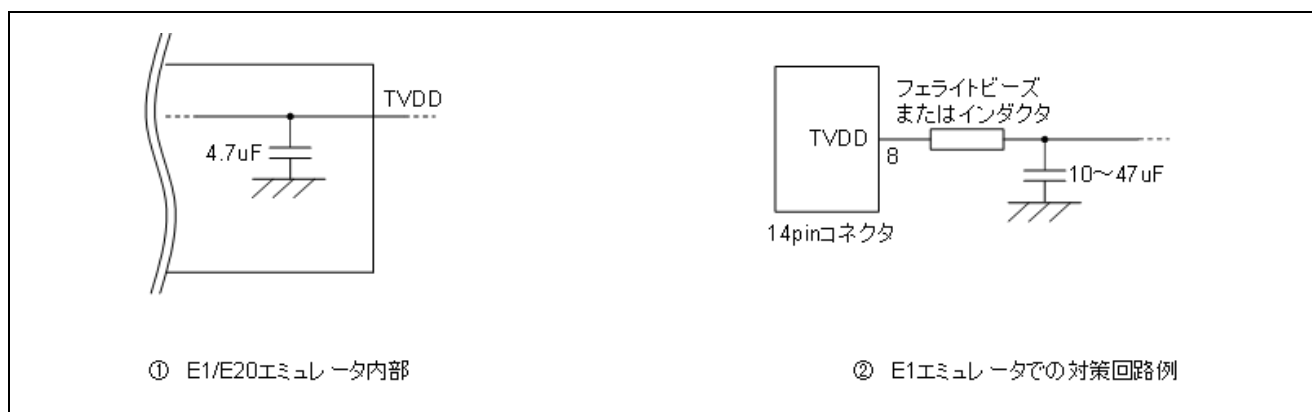

図 2-9 ホットプラグイン向け対策回路
図 2-9 ①のように E1 の 8 番ピンには、エミュレータ内部で  $4.7\mu\text{F}$  のコンデンサが付いているため、ホットプラグイン接続を行う場合はユーザシステム上の電源電圧が一瞬低下する場合があります。この電圧降下により MCU リセットが発生する可能性があります。図 2-9 ②に示すように、エミュレータ接続コネクタの TVDD ラインの直近にフェライトビーズ(またはインダクタ)と低 ESR で大きめのコンデンサを付けることで症状を軽減することができますが、本対策は、電圧降下を完全に改善するものではありません。